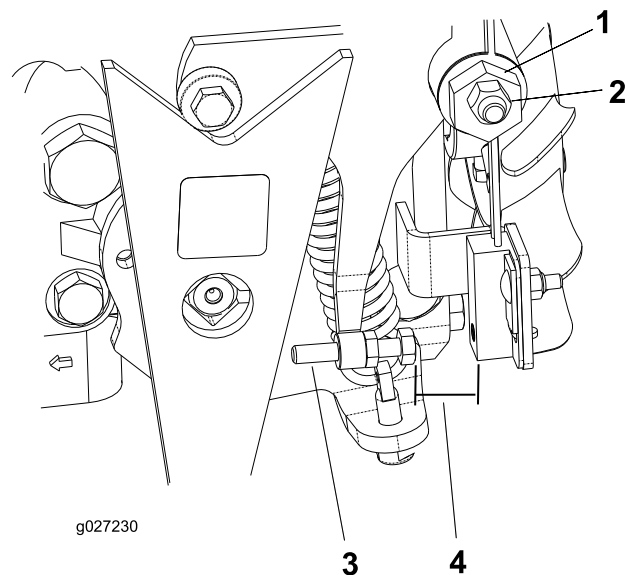

Figura 35
4. Afloje la contratuerca de la leva de ajuste de tracción (Figura 35).
5. Arranque el motor y gire la sección hexagonal de la leva (Figura 35) en ambos sentidos para determinar la posición central del intervalo de punto muerto.
3. Ajuste el tornillo hasta que el hueco sea de 0,8 a 2,3 mm; consulte Figura 35.